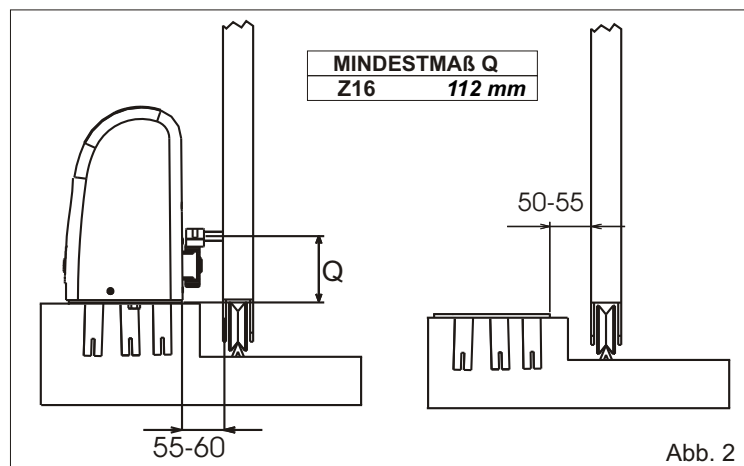
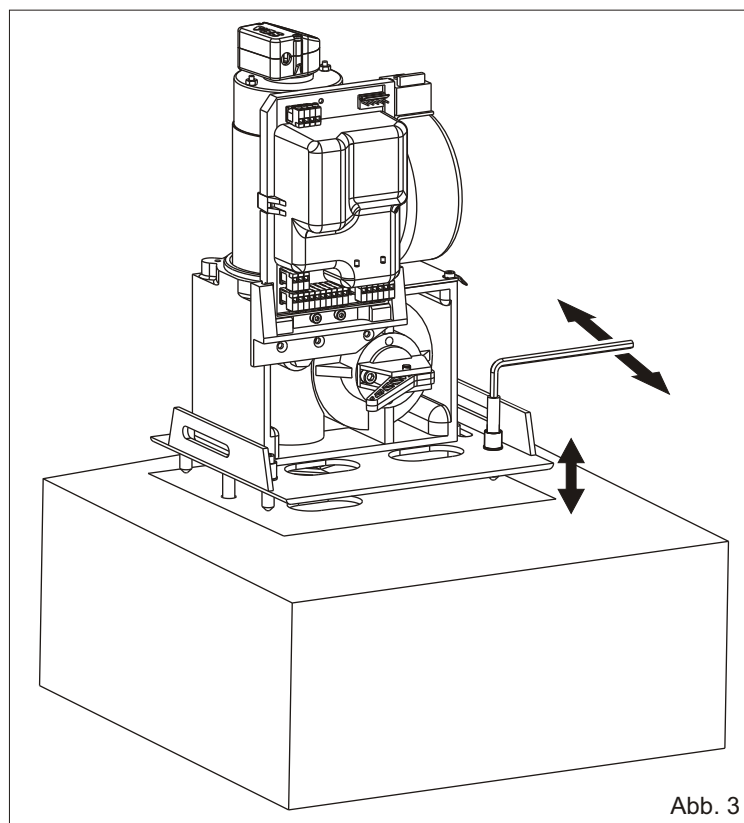

Abb. 2
Abb. 3
**2.3.** Sich vor dem Zementieren der Ankerplatte vergewissern, dass sie genau horizontal positioniert ist und dass der Abstand von 50 - 55 mm, wie in Abb. 2, eingehalten wird.
**3.2.** Mit Hilfe der 4 mitgelieferten Stifte (Abb.3), entsprechend der angegebenen Maße (Abb.2), die Höhe des Untersetzungsantriebes einstellen. Die Stifte können zur Korrektur einer vorherig nicht exakten Einebnung der Grundplatte benützt werden.